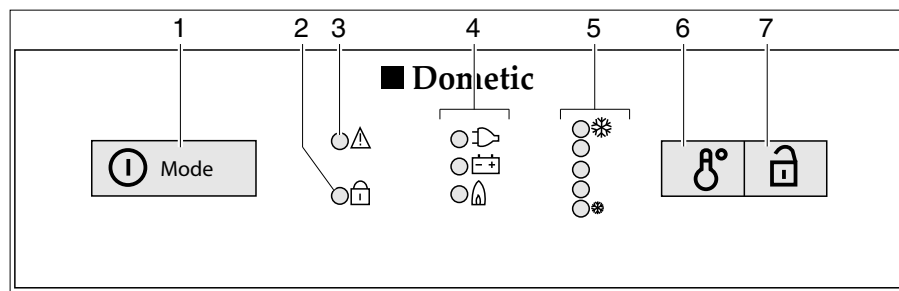

Bild 134 Bedienelemente für den Kühlschrank (Dometic 8er-Reihe mit MES)
- Den Einschalter/Energie-Wahlschalter (Bild 134,1) 2 Sekunden lang drücken, um das Gerät einzuschalten. Die LED der zuletzt gewählten Betriebsart leuchtet auf.
- Ggf. den Einschalter/Energie-Wahlschalter (Bild 134,1) mehrmals kurz drücken, bis die Betriebsanzeige Gas "🔥" aufleuchtet. Die Gaszufuhr ist geöffnet. Der Zündvorgang erfolgt automatisch. Ein tickendes Geräusch ist hörbar, bis der Zündvorgang erfolgreich abgeschlossen ist.
- Die Kühltemperatur mit dem Schalter für die Temperatureinstellung (Bild 134,6) einstellen.
- Ggf. den Einschalter/Energie-Wahlschalter (Bild 134,1) mehrmals kurz drücken, bis die Betriebsanzeige 230 V "⚡" aufleuchtet.
- Ggf. den Einschalter/Energie-Wahlschalter (Bild 134,1) mehrmals kurz drücken, bis die Betriebsanzeige 12 V "⊕" aufleuchtet.